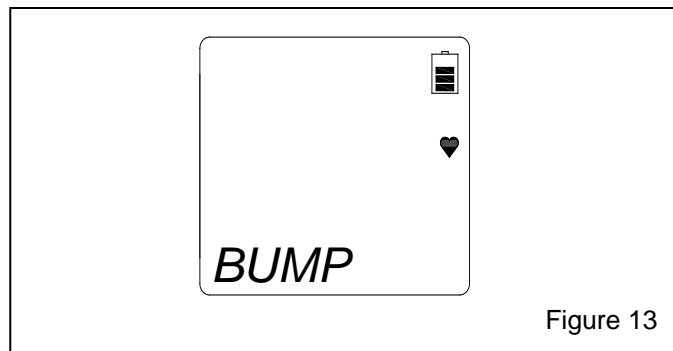

Figure 13
4.2.4 *BUMP* s'affiche à l'écran comme illustré sur la figure 13.